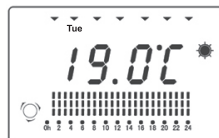

fig. 7
2. Apăsăți butonul Mod, până când pe ecran apare modul „Setare setări personale pentru fiecare zi a săptămânii” (vezi fig. 7)